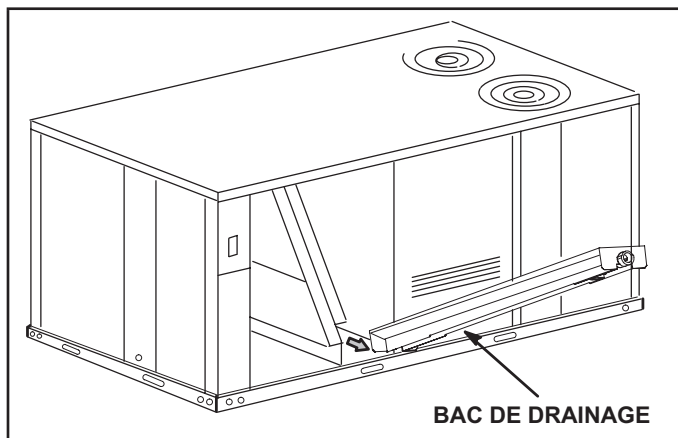

FIGURE 6
- 4 - Soulever le bord avant du bac de drainage (pour passer au-dessus de l'obturateur de drainage inférieur) et faire glisser le bac hors de l'appareil. Voir FIGURE 6.